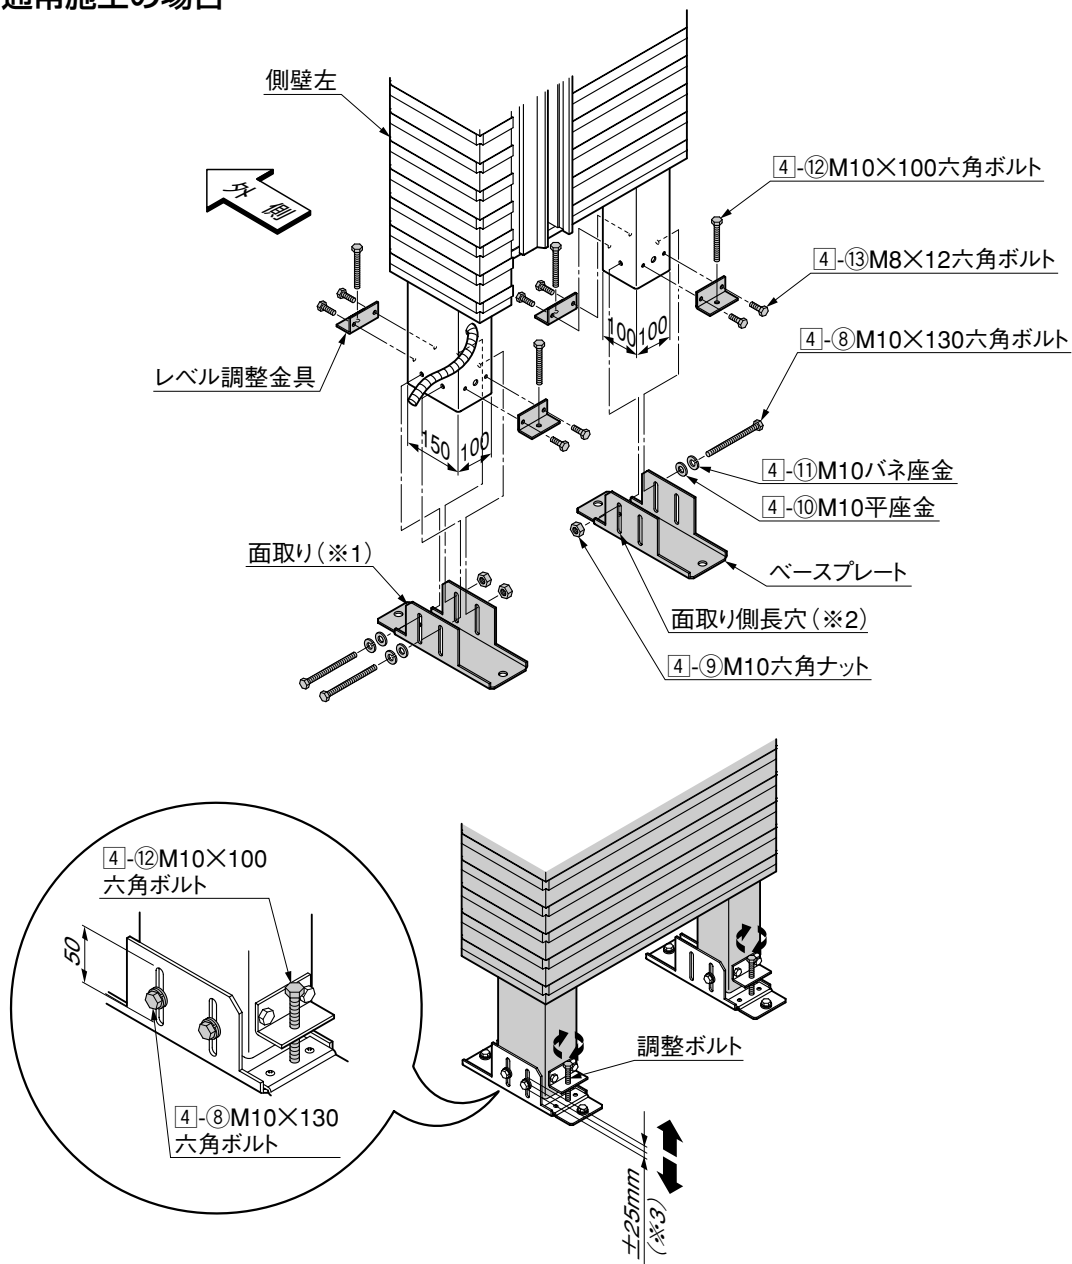

図3-1 ベースプレート調整手順詳細図
- ① 側壁右と側壁左にレベル調整金具を4-13で取付けてください。
- ② レベル調整金具に4-12を取付けてください。レベルの調整方法は図3-1を参照してください。
- ③ 側壁右と側壁左に4-8、4-9、4-10、4-11でベースプレートを取付けてください。
- 最終的なレベル調整は、「6.間口寸法と側壁の倒れ調整」時に4-8をゆるめて、±25mmの範囲（※3）で調整してください。（図3-1参照）